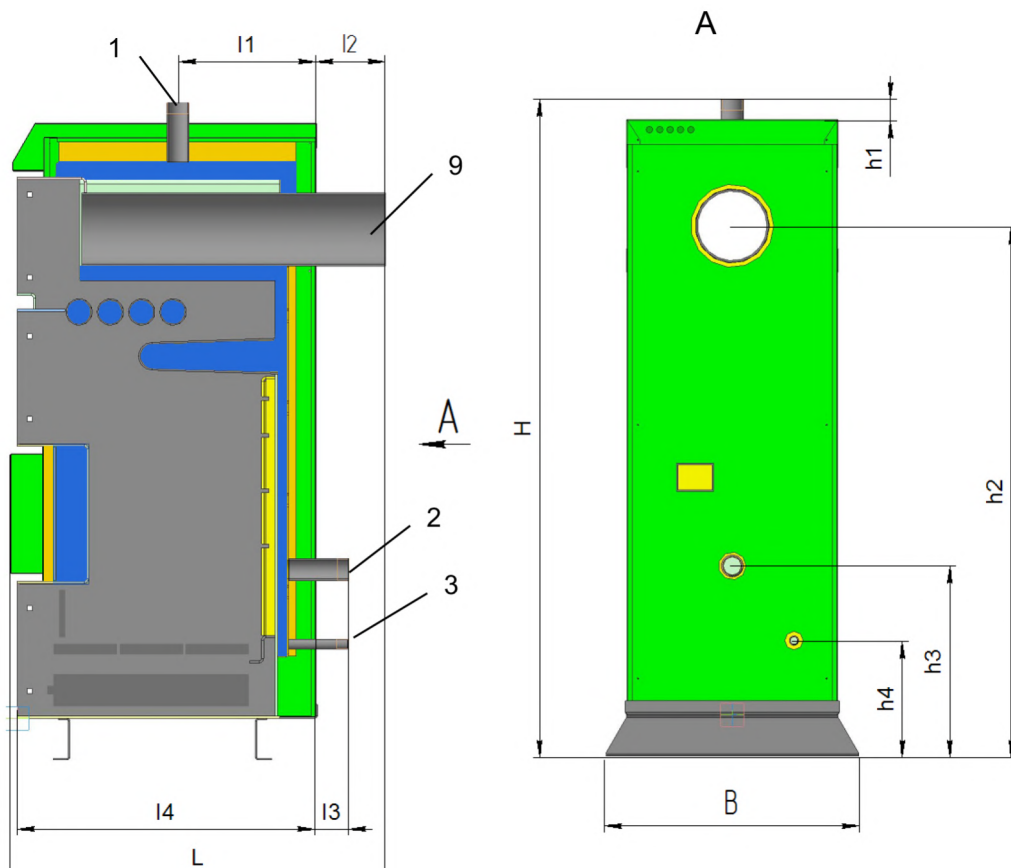

Рисунок 1 - Габаритные и присоединительные размеры Котлов моделей L-12+102
Габаритные (максимальный габарит) и присоединительные размеры Котла (см. рис.1), мм:
Состав и устройство Котлов серии «LAVORO есо» моделей L-12÷102 и XL-12÷32 показано на рисунке Котел (рис.1, 2, 3) представляет собой стальной сварной теплоизолированный каркас, обшитый снаружи съемной декоративной облицовкой, все вместе образующие собой корпус, и устанавливаемый на собственных опорах (16). Внутреннее пространство имеет сложную конфигурацию, включает в своем составе трубчатый теплообменник (14), предназначенный для циркулирования теплоносителя (воды), листовые детали, образующие вместе со стенками каркаса камеру сжигания, воздухоподводящие каналы (на рисунке не показаны), систему дымоудаления из Котла (9). Внутри каркаса в нижней части расположены